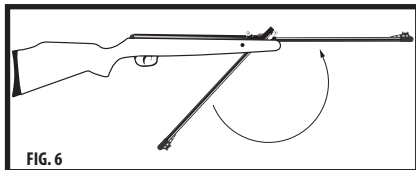

FIG. 6
3. Flyt løbet tilbage til dets oprindelige placering ved at skubbe det op, indtil det låser (**Fig. 6**).